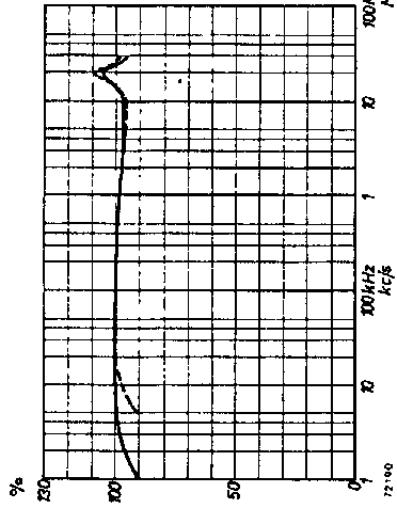

Fig. 1
In fig. 1 is de frequentiekarakteristiek weergegeven bij het gebruik van de directe ingang (stand „3 mV“, frequentiegebied 1 kHz — 30 MHz) en bij het gebruik van de verzwakker-ingang (stand „30 mV — 1 kV“, frequentiegebied 5 kHz — 30 MHz).
- Frequentiekarakteristiek** — De maximale afwijking ten opzichte van de gemiddelde frequentiekarakteristiek (fig. 1) is bij gebruik van de directe ingang < 4 % en bij gebruik van de verzwakker-ingang < 5 %.